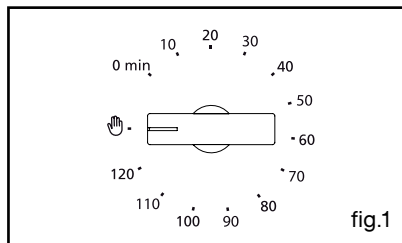

fig.1
Vérifiez que la manette minuterie soit sur la position "0" (fig.1).
- Dévissez le hublot vers la gauche (fig.1),
Les éventuelles interventions sur votre appareil doivent être effectuées par un professionnel qualifié dépositaire de la marque. Lors de votre appel, mentionnez la référence complète de votre appareil (modèle, type, numéro de série). Ces renseignements figurent sur la plaque signalétique (Fig.1).